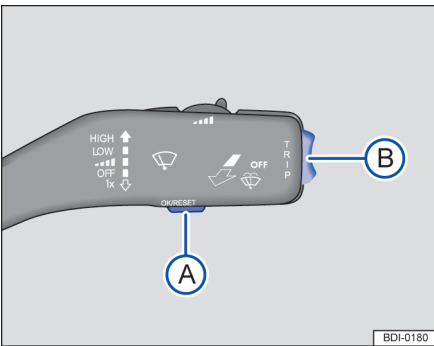
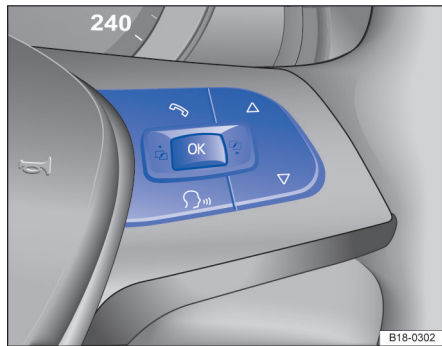

图 16 信息显示选择按钮
图 17 部分车型信息显示选择按钮
- 按压风窗玻璃洗涤器拨杆上按钮④或按压多功能方向盘上的 A 或 V 的两端⇒图 16、⇒图 17，可以使各项行驶数据在显示器上逐个显示。
行驶时间显示的是上一次清空信息存储器后的车辆累计行驶时间，如果您想从某个特定时间点开始累计行驶时间您必须首先按动按钮⇒图 16④或按压多功能方向盘上的 OK 键⇒图 17，清除这一存储信息。
平均油耗是以升/100 公里为单位显示上一次清空信息存储器后的平均油耗，此信息能帮助您调整驾驶习惯以达到期望的油耗值，如果想测算某特定行驶周期内的平均油耗，在开始测算油耗前请先按动按钮  图 16(A) 或按压多功能方向盘上的  键  图 17 将信息存储器清空。清除记录后需要再行驶约 300 米后才能再次显示油耗。
行驶距离显示的是上一次清空信息储存器后的车辆累计行驶距离，如果您想从某个特定时间点开始累计行驶距离请先按动按钮⇒图 16(A)或按压多功能方向盘上的 OK 键⇒图 17，清除这一存储信息。超出累计行驶距离上限后存储器自动归零并重新开始计数。
平均速度显示的是上一次清空信息储存器后的车辆平均行驶速度，如果您想从某个特定时间点开始计算平均行驶速度，请先按动按钮⇒图 16(A)或按压多功能方向盘上的^{OK}键⇒图 17，清除这一存储信息。在清除存储信息后需要再行驶约 100 米后才能再次显示平均速度。